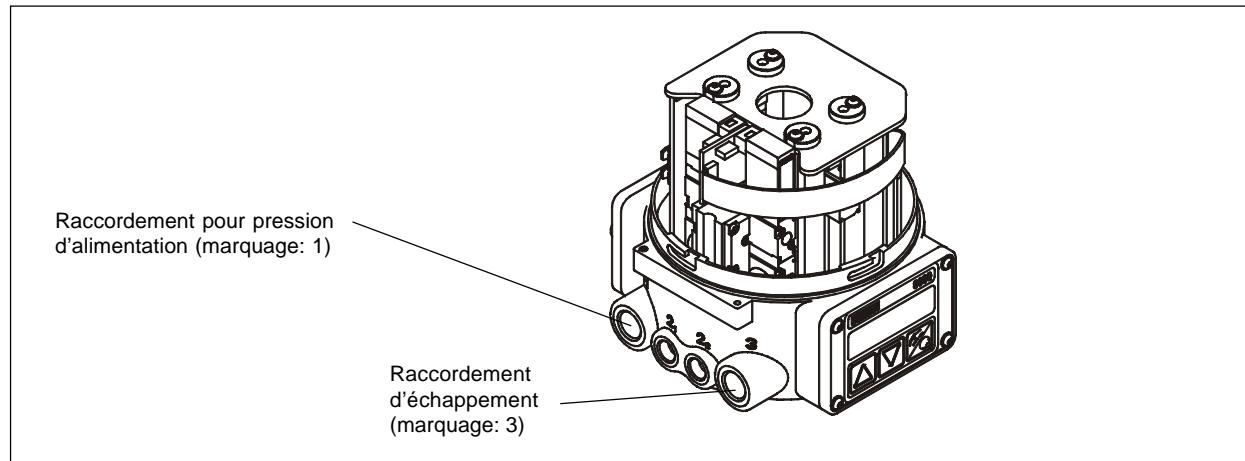

Bild 5.1: Connexion pneumatique
- Connecter l'alimentation en air à l'orifice 1 - (Fig. 5.1)
- Connecter la purge d'air ou le silencieux à l'orifice 3 - (Fig. 5.1)